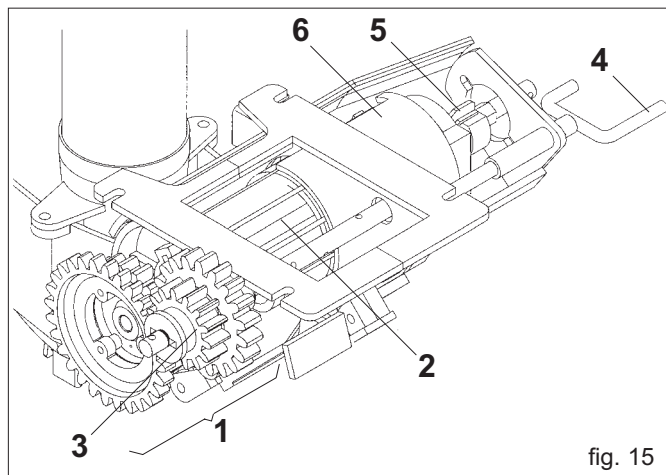
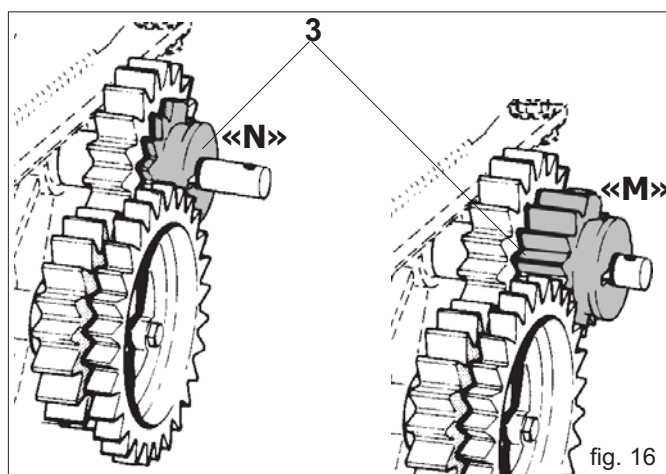

fig. 15
fig. 16
Dozatorul (Fig. 15), cea mai importantă piesă pentru funcționarea semănătorii, se află sub cutia de semințe. Forța motrice în este transmisă de roata conducătoare prin intermediul unui angrenaj (cu rapoarte proporționale cu lățimea semănatului ce trebuie efectuat) și lanțuri. Datorită unui sistem de transmisie (1 Fig. 15), el permite rolei distribuitorului (2) să funcționeze cu două rapoarte de transmisie, schimbând poziția roții dințate de culoare roșie (3 Fig. 16). În poziția «N», raportul de transmisie este 1:1, așa cum este impus de perechea de roți dințate Z19; când roata (3) este trecută în poziția «M», roata distribuitorului înjumătățește numărul de rotații, transmisia cuprinzând atunci roata dințată roșie Z14 și roata condusă Z28.
Arcul de blocare (5 Fig. 15) permite modificarea plajei de deschidere a vanei care, la rândul său, modifică în același timp capacitatea rolei de dozare.
Cantitatea de semințe distribuite pe hectar este reglată de distribuitorul de semințe (Fig. 15) acționând în consecință vana cu sertar gradată (6) cu mânerul de strângere a șuruburilor (4). Pozițiile scalei distribuitorului corespund valorilor din tabelul de reglare în coloana din stânga (pag. tabel 42-43).